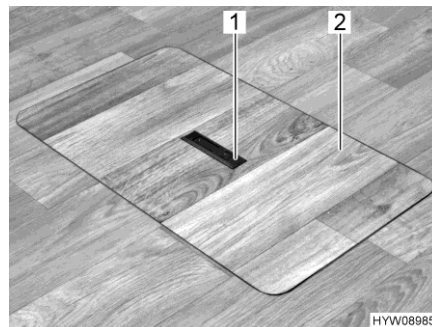
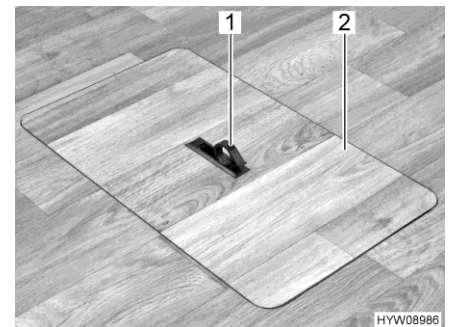

Bild 82 Abdeckung Bodenstaufach (Griff versenkt)
Bild 83 Abdeckung Bodenstaufach (Griff herausgeschwenkt)
- Auf einer Seite Griffplatte (Bild 82,1) nach unten drücken. Der Griff (Bild 83,1) schwenkt nach oben.
- Abdeckung (Bild 83,2) nach oben abnehmen.
- Abdeckung (Bild 83,2) in den Rahmen im Boden einsetzen.